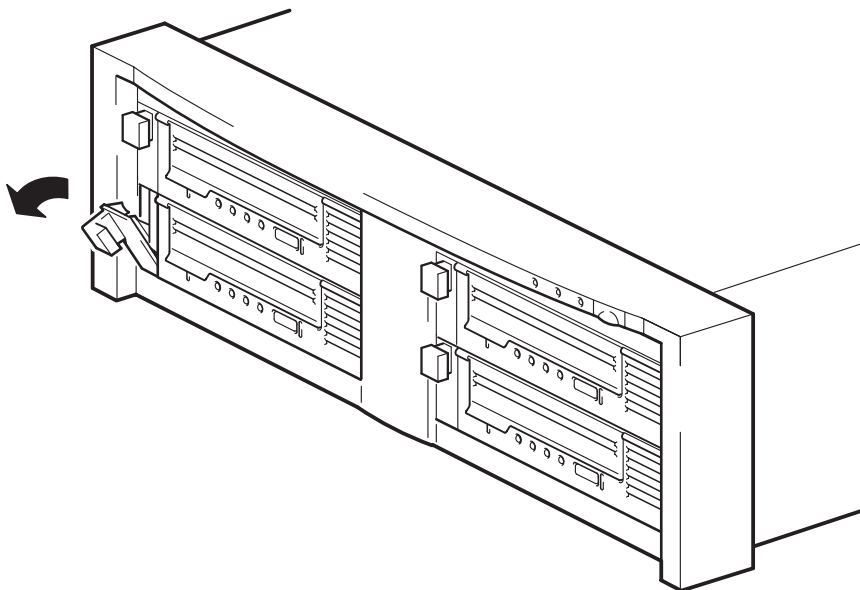

Abbildung 9a: Herausziehen des Ausziehhebels
- 1 Ziehen Sie den Ausziehhebel des zu ersetzenden Laufwerks vollständig heraus. (Siehe Abbildung 9a.)